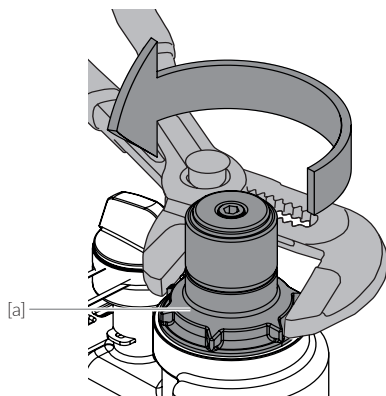

Fig. 9.10
- / Fig. 9.10: Tourner le capuchon à vis [a] à l'aide d'une pince multiprise dans le sens de la flèche et le retirer du corps de vanne.